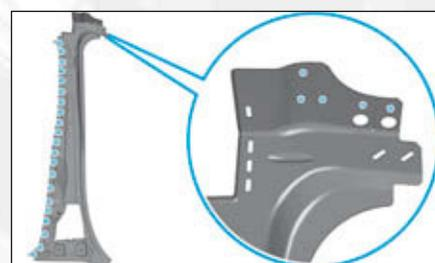

FIG.100
- Tracer puis percer l'ensemble des points Ø 6,5 mm, pour un soudage ultérieur par points bouchons MAG (Fig.100).